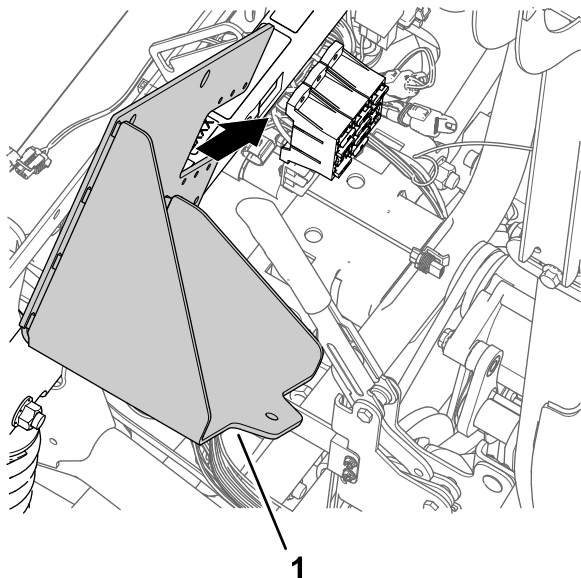

Рисунок 175
1. Совместите новый кронштейн аккумуляторной батареи с опорной трубой амортизатора машины и блоком предохранителей (Рисунок 175).